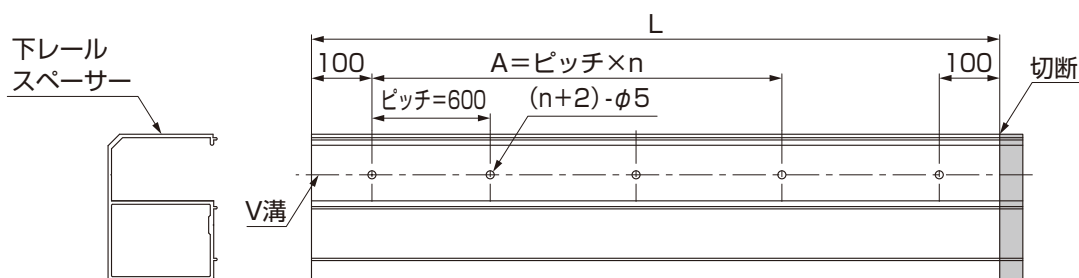

図3-1
①表3-1、図3-1を参照して、下レールスペーサーに切断および穴加工をしてください。
(2) 下レールスペーサーベース材の加工 ※土間施工の場合